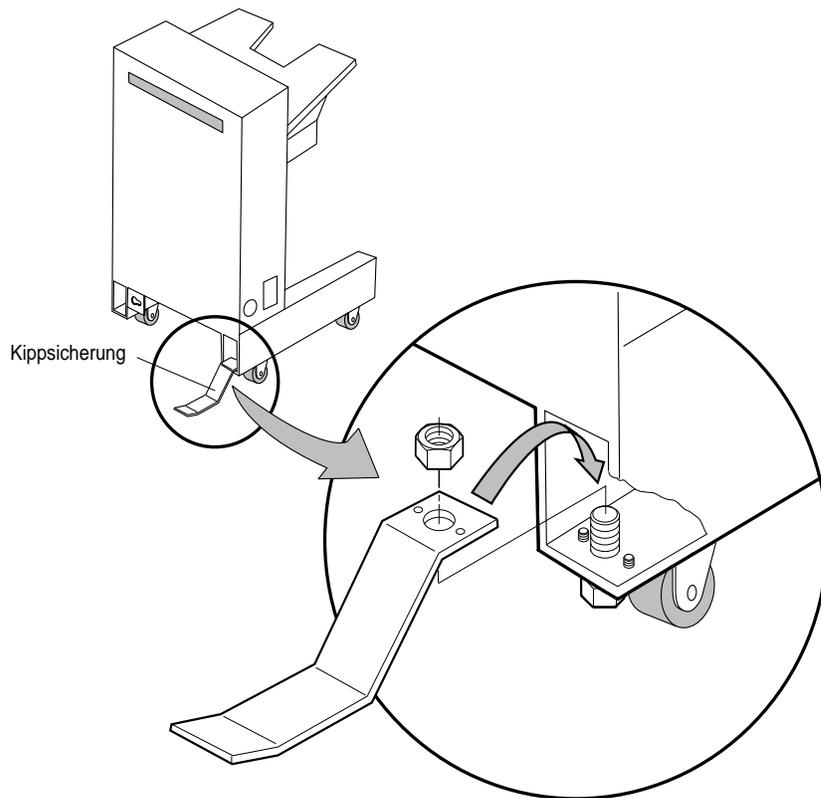

Abbildung 4-21 Kippsicherung anbringen
7. Drehen Sie die Kippsicherung herum, und bringen Sie sie wie in Abbildung 4-21 dargestellt an.